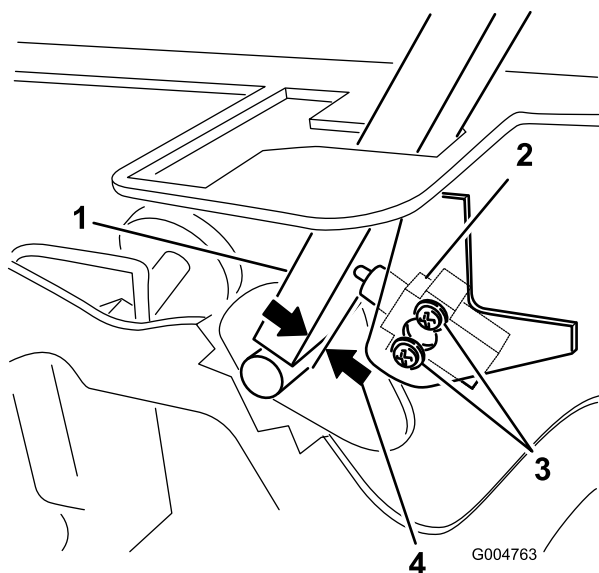

Figura 54
3. Afloje los 2 tornillos que fijan el interruptor de seguridad (Figura 54).
4. Sujetando la palanca de control contra el bastidor, mueva el interruptor hacia la palanca hasta que la distancia entre la palanca y el cuerpo del interruptor sea de 0.4 a 1 mm (de 0.015 a 0.045") como se muestra en Figura 54.